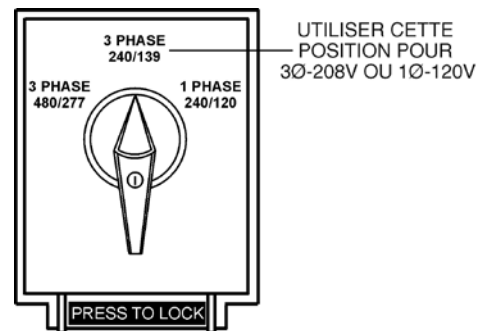

Figure 22. Position 3Ø-240/139V du sélecteur de tension
1. Placez le sélecteur de tension dans la position 3Ø 240/139V comme l'indique la Figure 22.